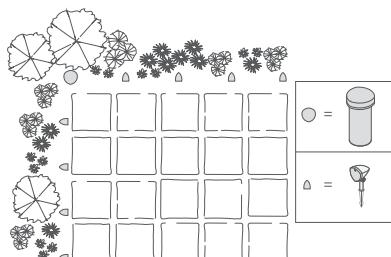

图 3
- 添加到现有 Definitive Technology LS-6.1 景观系统以扩大覆盖范围（见图 3）